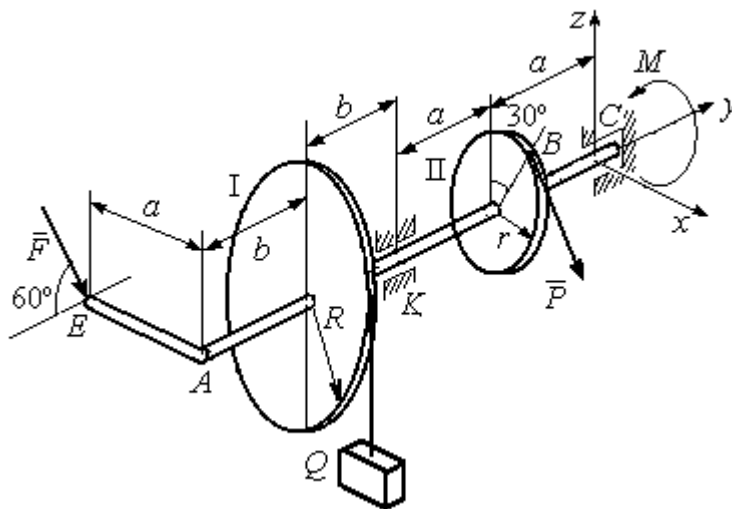

Рис. 1.14. Схема вала и его нагрузка
**Задача 1.** Горизонтальный вал (рис. 1.14) закреплен в подпятнике  $C$  и подшипнике  $K$ . Вал имеет шкив I радиуса  $R$  и шкив II радиуса  $r$ , перпендикулярные оси вала. Рукоять  $AE$  параллельна оси  $Cx$ . Нить, удерживающая груз  $Q$ , сходит со шкива I по касательной вертикально вниз. На вал действуют силы  $\vec{F}$ ,  $\vec{P}$  и пара сил с моментом  $M$ , закручивающая вал